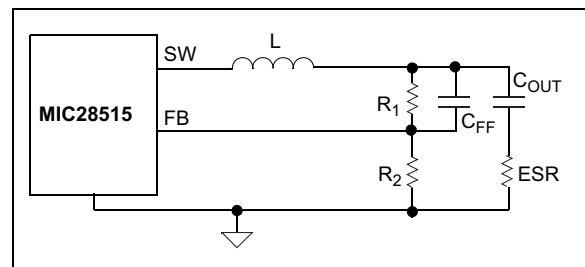

图5-3: FB处的纹波不足
2. 输出电容的ESR较小, 反馈电压处的纹波不足。在这种情况下, 输出电压纹波可以通过前馈电容( $C_{FF}$ )馈入FB引脚, 如图5-3所示。典型的 $C_{FF}$ 值介于1 nF到22 nF之间。